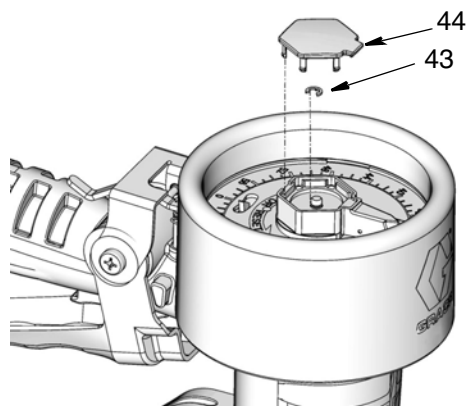

FIG. 35
5. Installare l'anello di tenuta piccolo (43) e il coperchio (44) (FIG. 35).